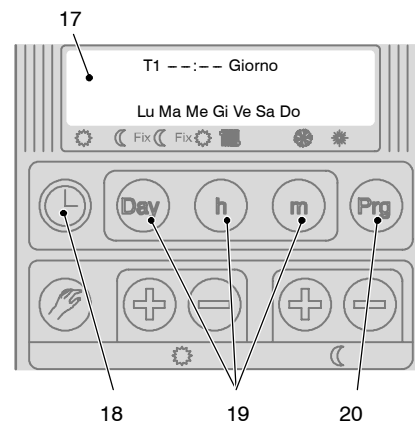

fig. 2.11
- 1 Per programmare le fasce di accensione o spegnimento premere il tasto **Prg** (20). Sul display (17) compaiono le scritte di fig. 2.11
- 6 Premere il tasto ☺ (18 in fig. 2.11) per uscire dalla programmazione.